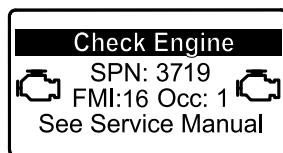

図 40
- 駐車再生が必要になると、インフォセンターにエンジン警告 SPN 3719, FMI 16 図 40 が表示され、エンジン出力が 85% にダウンします。